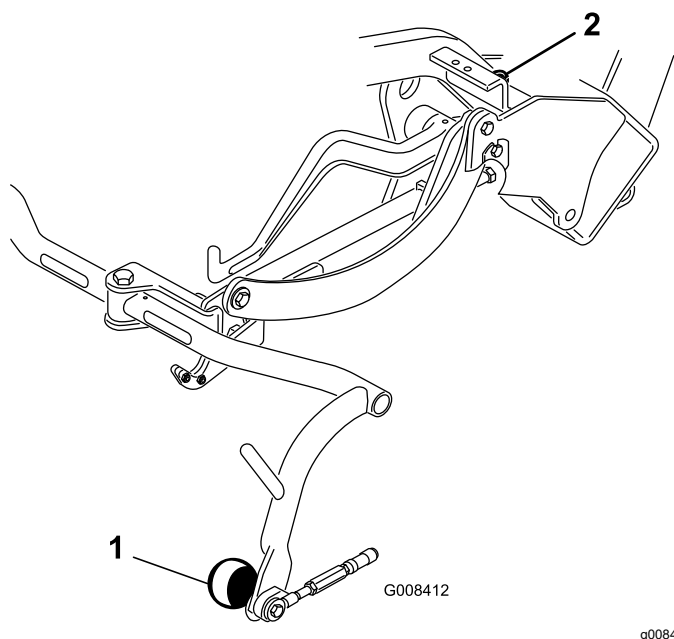

図 7
- すき間の調整が必要な場合には、キャリアフレームのストップねじ 図 7 についているジャムナットをゆるめ、ストップねじの高さを変えてキャリアフ